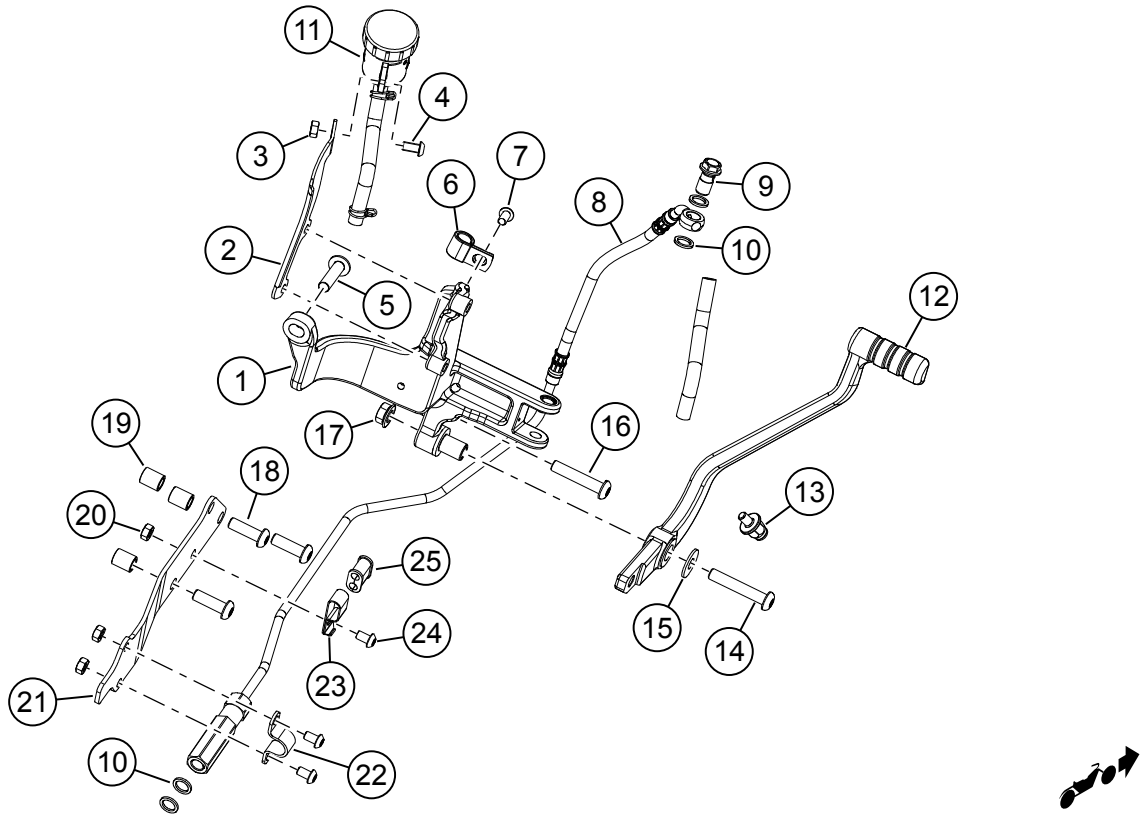

Figure 2. Contenu du kit : Kit commandes avancées droit
1. Voir la figure 2. Installer la cheville d'usure (13). Serrer.